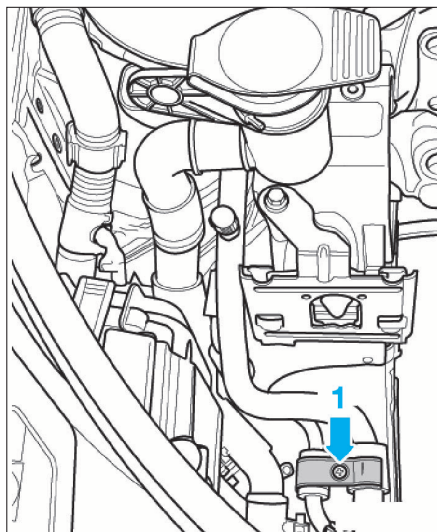

FIG. 22
- Déposer la vis (1) (Fig.22).